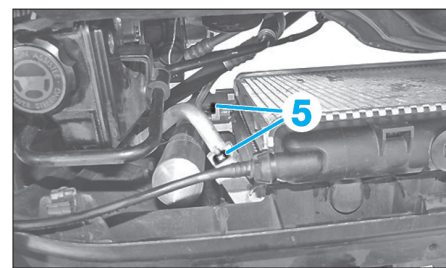
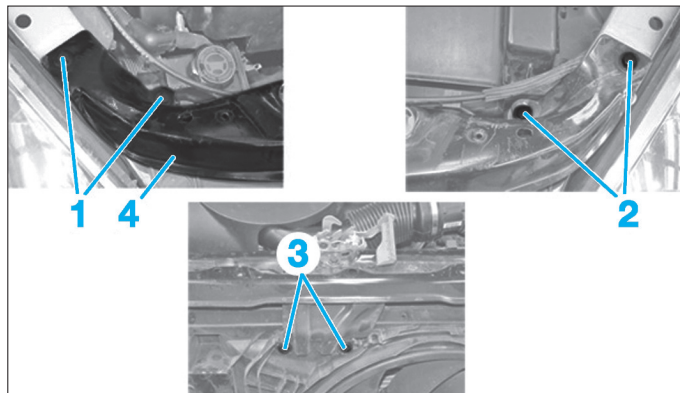

Fig. 5
Fig. 4
- les vis (1) (Fig.4),
- les vis (2),
- les vis (3),
- la traverse supérieure (4).
- les écrous de fixation (5) des conduites de fluide réfrigérant (Fig.5),